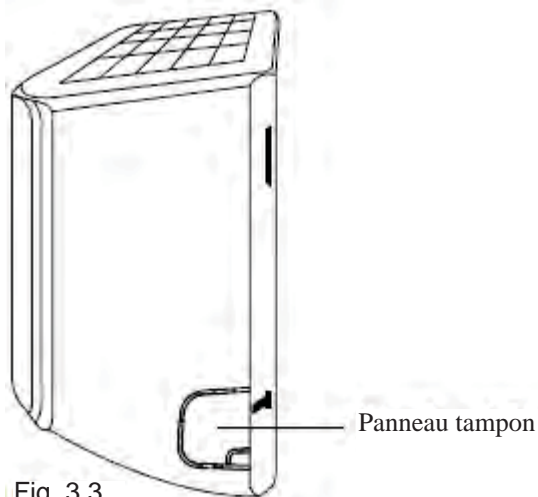

Fig. 3.3
2. Si le trou dans le mur se trouve derrière l'appareil, maintenir le panneau tampon en place. Si le trou dans le mur se trouve sur le côté de l'unité intérieure, retirer le panneau tampon en plastique sur le côté de l'unité. (Voir **Fig. 3.3**). Cela créera un espace à travers lequel le tuyau pourra sortir de l'unité. Utiliser des pinces si le panneau en plastique est trop difficile à retirer à la main.